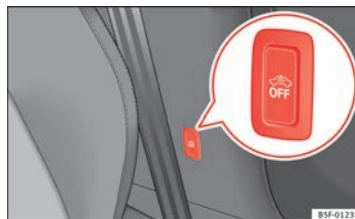

Fig. 54 Botão de controlo do habitáculo/da protecção contra reboque
- Para desligar o controlo do habitáculo e a protecção contra reboque, desligue a ignição e pressione o botão ⇒ Fig. 54. A luz piloto no botão acende-se.